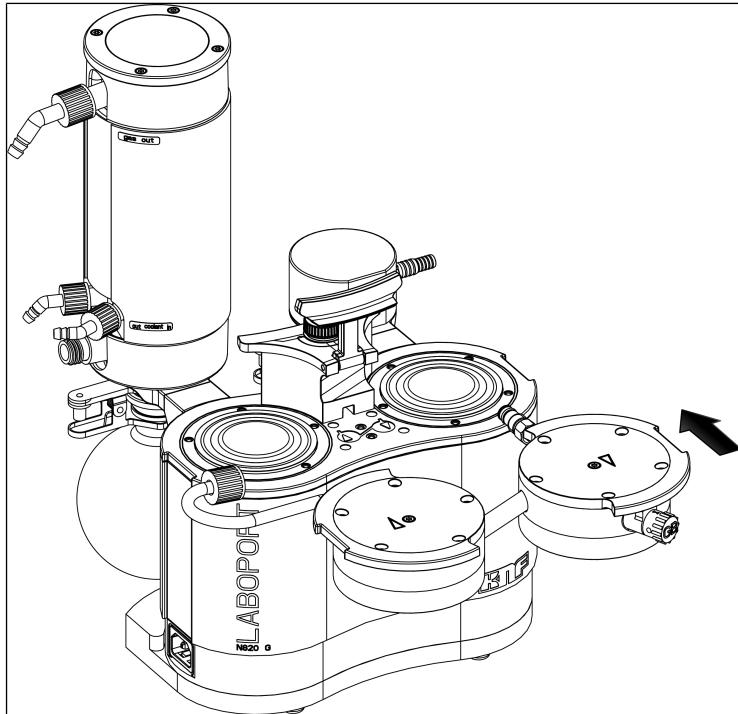

Fig.16: Montaje del cabezal de la bomba
1. Colocar las membranas (7) en posición central.
2. Presionar todo el borde alrededor de ambas membranas (7).
3. Colocar la tapa del cabezal (3) según el pasador (5) en la placa intermedia (6).
4. Colocar la placa de presión (2) sobre la tapa del cabezal (3) según la marca del lápiz.
5. Apretar el tornillo con cabeza interior (1) en el centro de la placa de presión (par de apriete: 1 Nm).
7. Insertar ambos cabezales de la bomba (compuestos por tapa del cabezal [3], placa intermedia [6] con placas de válvula/juntas [4] y placa de presión [2]) junto con el tubo de conexión en la carcasa de la bomba siguiendo la marca hecha con lápiz (ver Fig. 16).